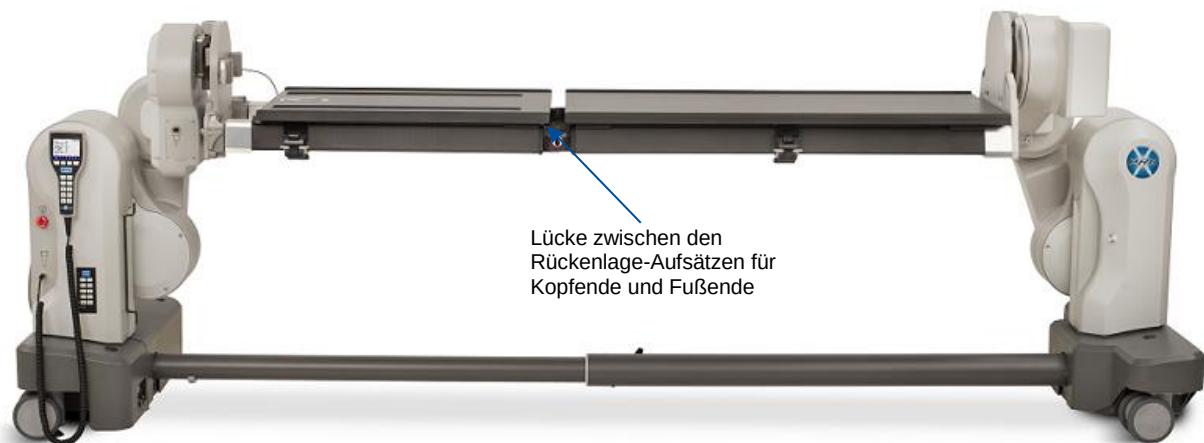

Abbildung 105: Installierter zweiteiliger ProAxis®-Rückenlage-Aufsatz
- e. Den Aufsatz zur Fußende-Säule hin schieben, bis er beidseitig an den Kloben des Schienenrahmens anliegt (Abbildung 104). Wenn der zweiteilige Rückenlage-Aufsatz ordnungsgemäß installiert ist, besteht eine Lücke zwischen den beiden Aufsätzen, so dass das Gelenk freiliegt (Abbildung 105).